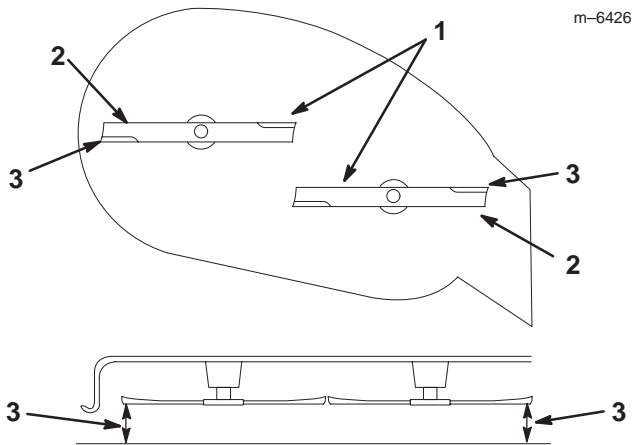

Bild 40
5. Drehen Sie die Schnittmesser vorsichtig von einer Seite zur anderen (Bild 40). Messen Sie den Abstand zwischen den äußeren Schnittkanten und der ebenen Oberfläche (Bild 40). Wenn beide Messwerte nicht innerhalb von 5 mm liegen, ist eine Einstellung erforderlich. Siehe Schritte 6 bis 8.